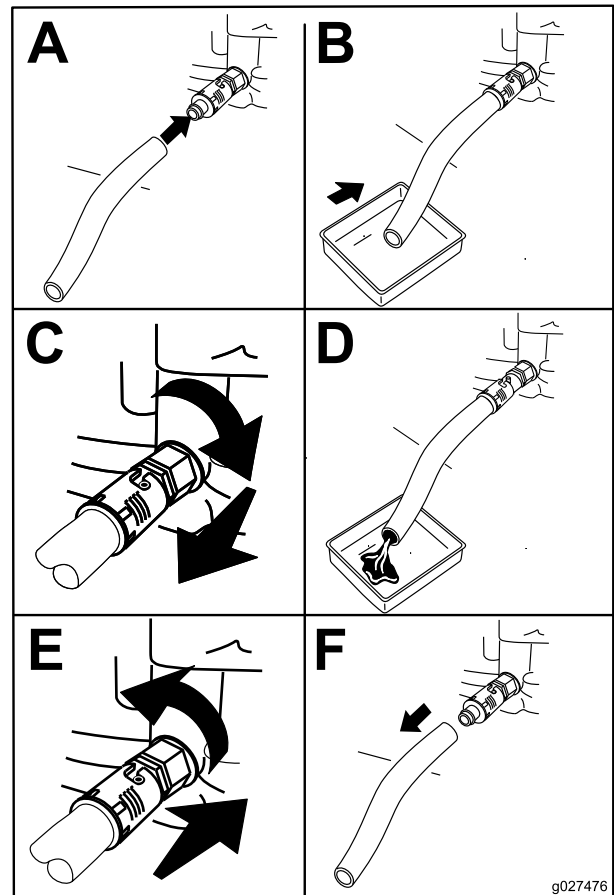

Figura 17
4. Spurgate l'olio dal motore (Figura 17).